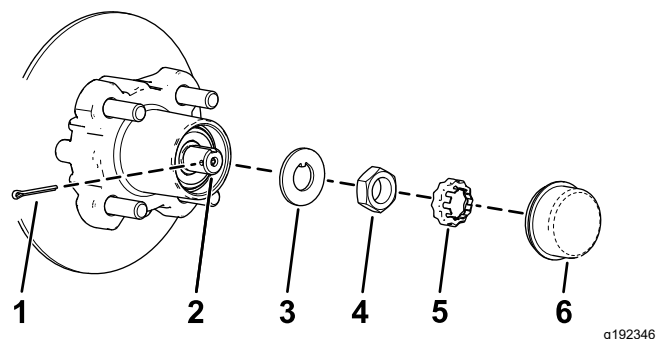
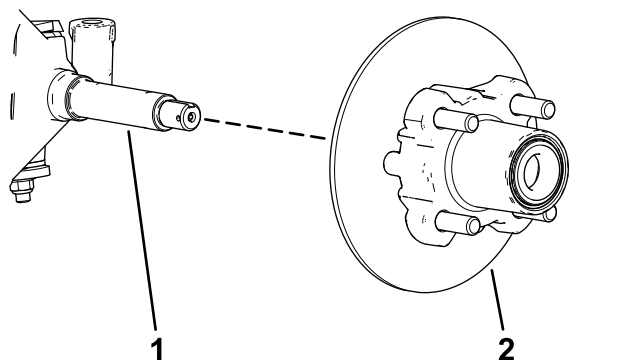

Figura 22
Figura 23
4. Retire el tapón guardapolvo del cubo (Figura 22).
5. Retire la chaveta y el retén del eje/tuerca del eje (Figura 22).
6. Retire la tuerca del eje y separe el conjunto de cubo y rotor del eje (Figura 22 y Figura 23).